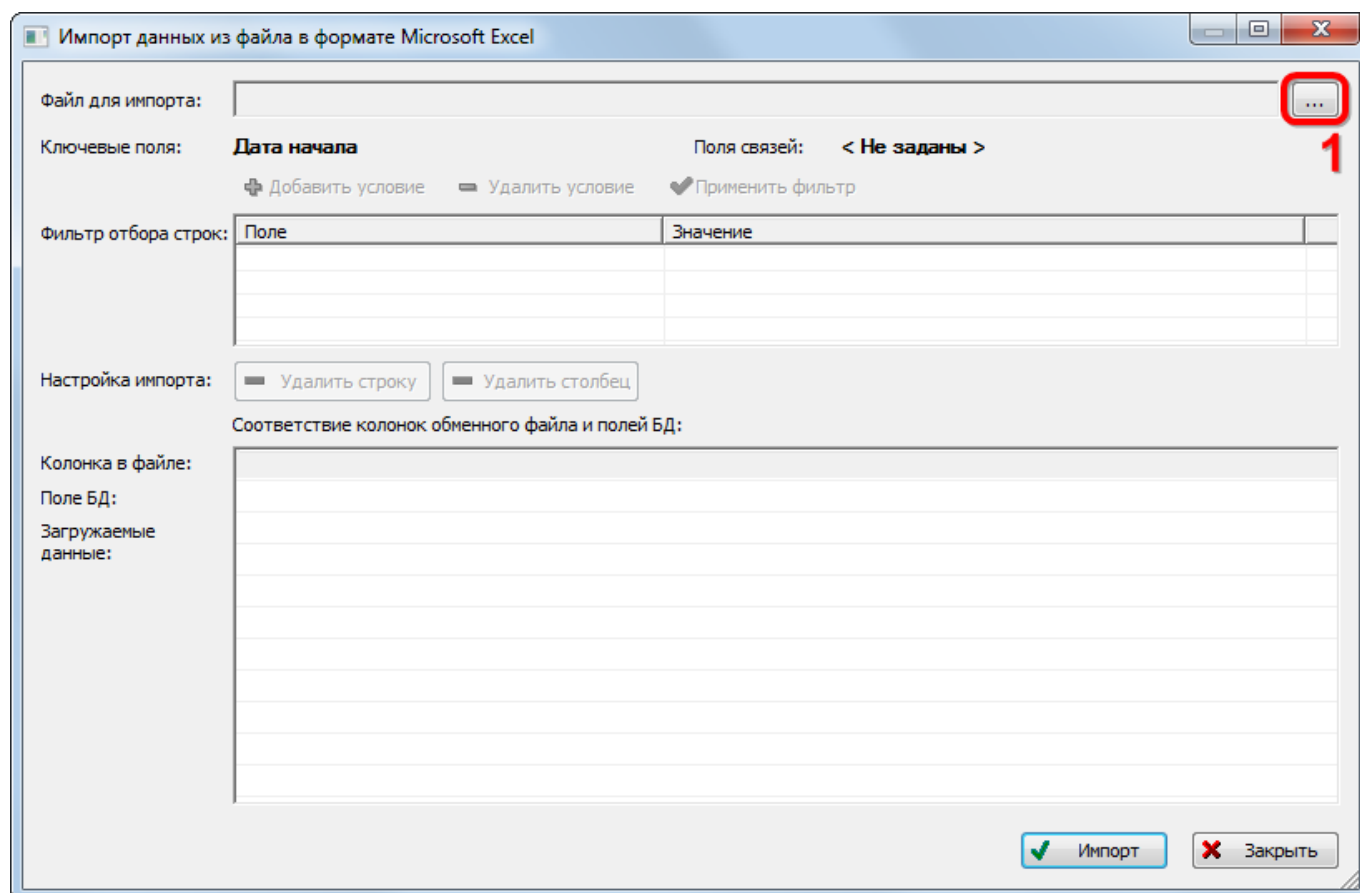

Рис. 13-389 – Окно импорта из файла Excel
В результате откроется окно «Импорт данных из файла в формате Microsoft Excel» (рис. 13-389). Описание назначения полей данного окна приведено в пункте 5.4.6 «Панель «Импорт/экспорт»», стр. 58.
4) Нажать кнопку «Выбрать файл на локальном диске» (1 на рис. 13-389). Откроется стандартное диалоговое окно «Открыть» – выбрать файл и нажать кнопку «Открыть».